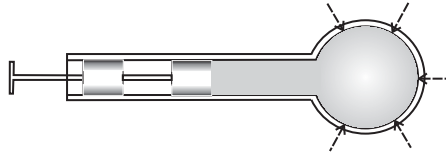

Figura 3.3: Presión hidrostática en jeringa de Pascal
1. Llene de agua la jeringa de Pascal y presione el émbolo, vea la figura 3.3.